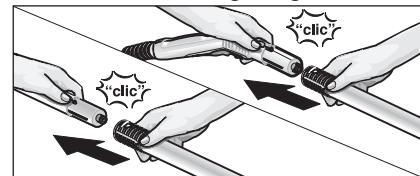

Abb. 3: Aufstecken der Verlängerungsrohre
- Verwenden Sie bei Bedarf die Verlängerungsrohre (G1). Montieren Sie dazu ein bzw. beide Verlängerungsrohre (G1) auf die Dampfpistole (C1) (siehe Abb. 3). Schieben Sie dann das gewünschte Zubehörteil (D1,E1,F1,H1) auf das freie Ende des Verlängerungsrohrs.